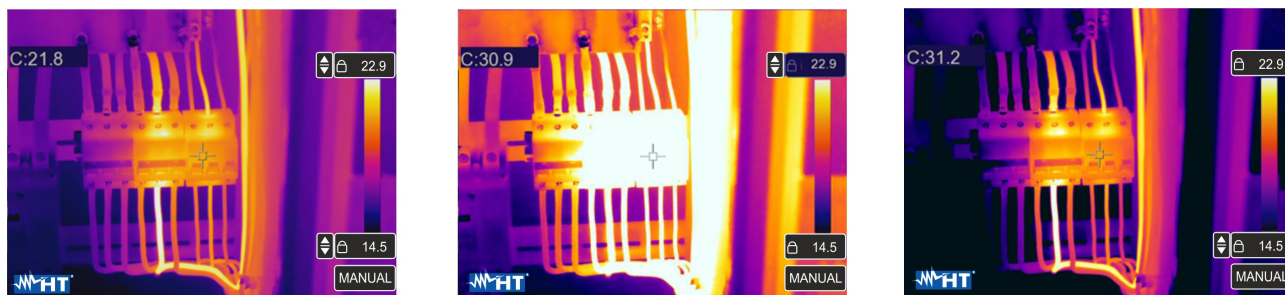

Fig. 43: Impostazione modo Manuale
3. Usare i tasti freccia ▼ o ▲ per impostare simultaneamente i valori della temperatura associati ai livelli alto e basso in passi di 0.1°C (vedere Fig. 43 – parte sinistra)
5. Usare i tasti freccia ▼ o ▲ per impostare il valore della temperatura associata al livello alto in passi di 0.1°C (vedere Fig. 43 – parte centrale)
7. Usare i tasti freccia ▼ o ▲ per impostare il valore della temperatura associata al livello basso in passi di 0.1°C (vedere Fig. 43 – parte destra)